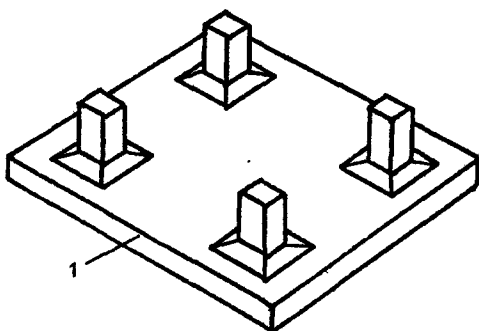

Рис. 10. Сплошной безбалочный фундамент:
• **Сплошные фундаменты** представляют собой сплошную безбалочную или ребристую железобетонную плиту под всей площадью здания (рис. 10). Сплошные фундаменты устраивают в случаях когда нагрузка, передаваемая на фундамент, значительна, а грунт основания слабый. Эта конструкция особенно целесообразна, когда необходимо защитить подвал от проникновения грунтовых вод при высоком их уровне, если пол подвала подвергается снизу большому гидростатическому давлению.